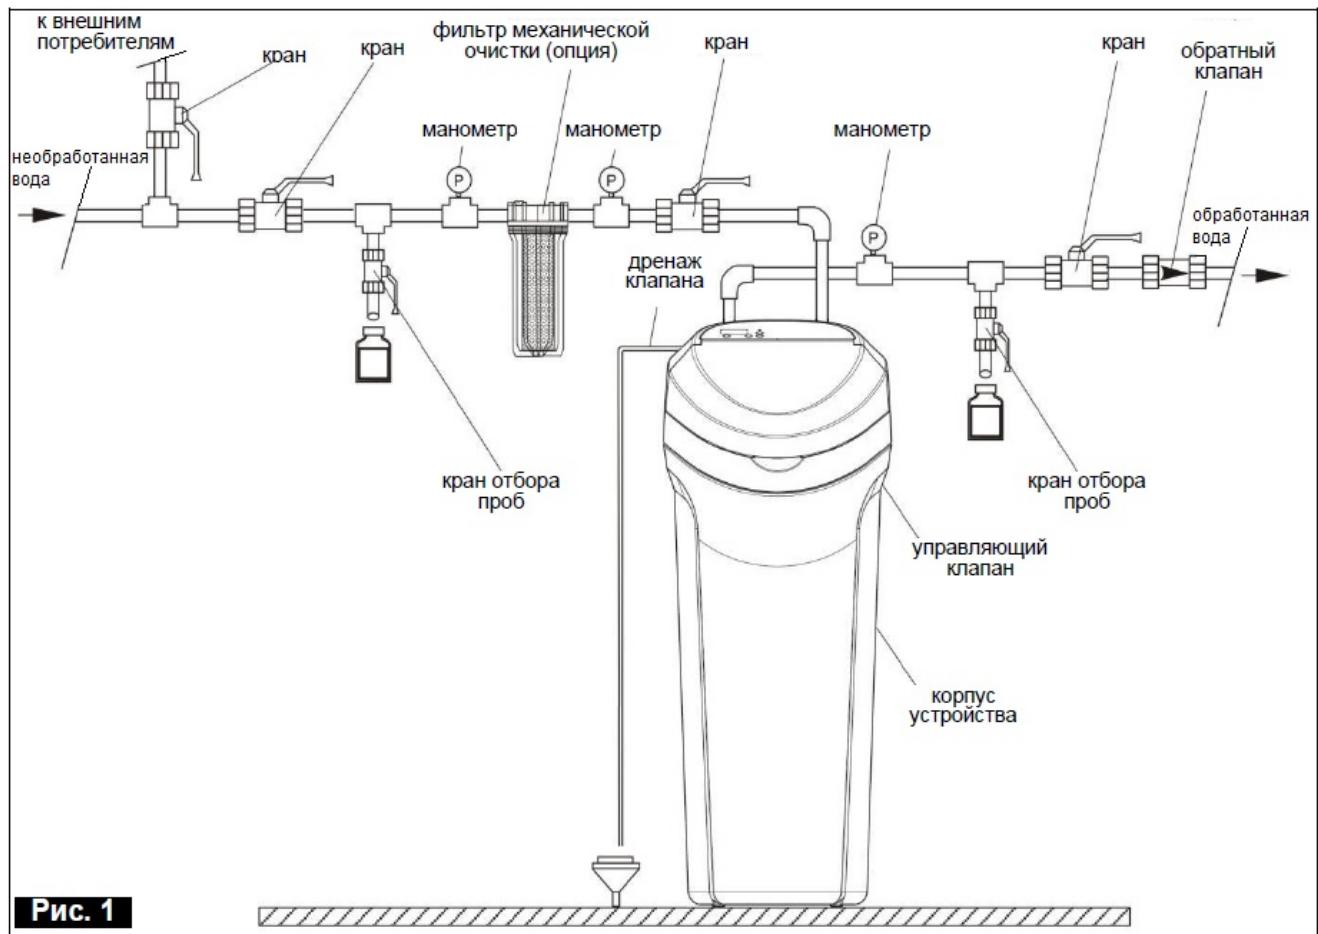

Рис. 1
- Вместе с устройством может поставляться механический фильтр (опция), который следует установить на трубопроводе, подводящим неочищенную воду согласно схеме, показанной на рис. 1.
Подключать гидравлические устройства следует в соответствии со схемой подключения, показанной на рис. 1.